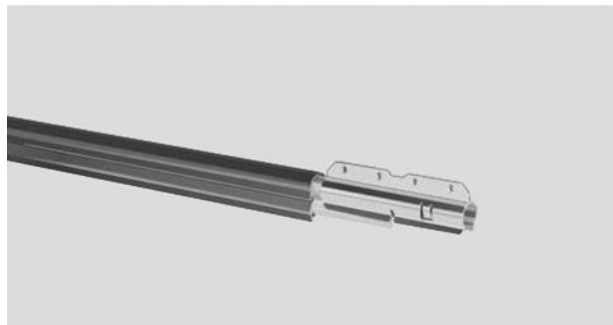

Рис. 4: Рельсовый соединитель UV 10
- ввести в канавку с правой стороны рельсовый соединитель (металлическую скобу) (рис. 4).